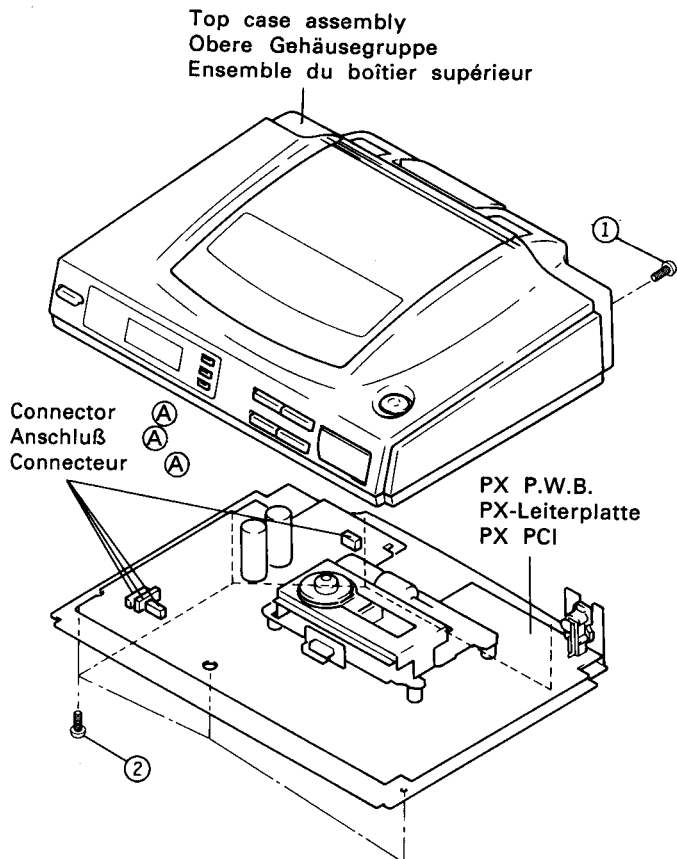

Fig.1
### 1. Oberes Gehäuse entfernen (Abb. 1)
**1. Dépose du boîtier supérieur (Fig. 1)**